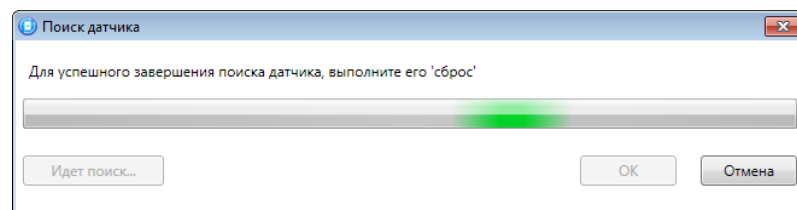

Рис. 5.29. Поиск радиоустройства
3. После нажатия кнопки *ОК* начнется поиск радиоустройства контроллером (Рис. 5.29). Для того чтобы радиоустройство было найдено контроллером, его состояние должно быть сброшено. Для того чтобы выполнить сброс состояния любого радиоустройства Livi, достаточно подключить к нему элемент питания (батарейку). В новых радиоустройствах Livi для этого достаточно извлечь пластиковую пластинку, отделяющую элемент питания от контакта держателя. Подробные сведения о сбросе состояния радиоустройств см. в документации к ним.